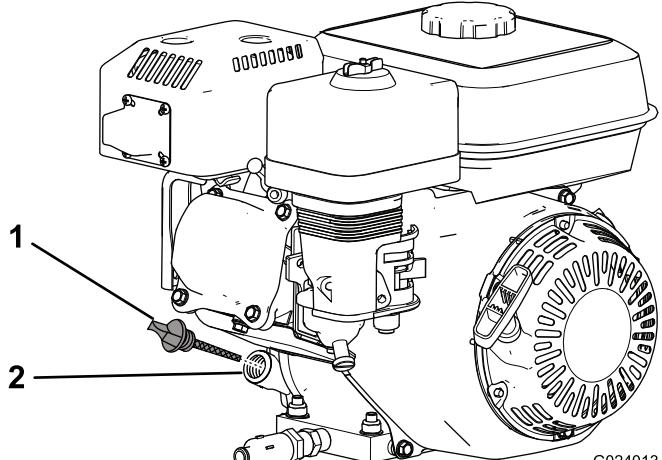

Figura 13
2. Pare el motor, espere a que se enfrié y limpie la zona alrededor del tapón de llenado/varilla (Figura 13).